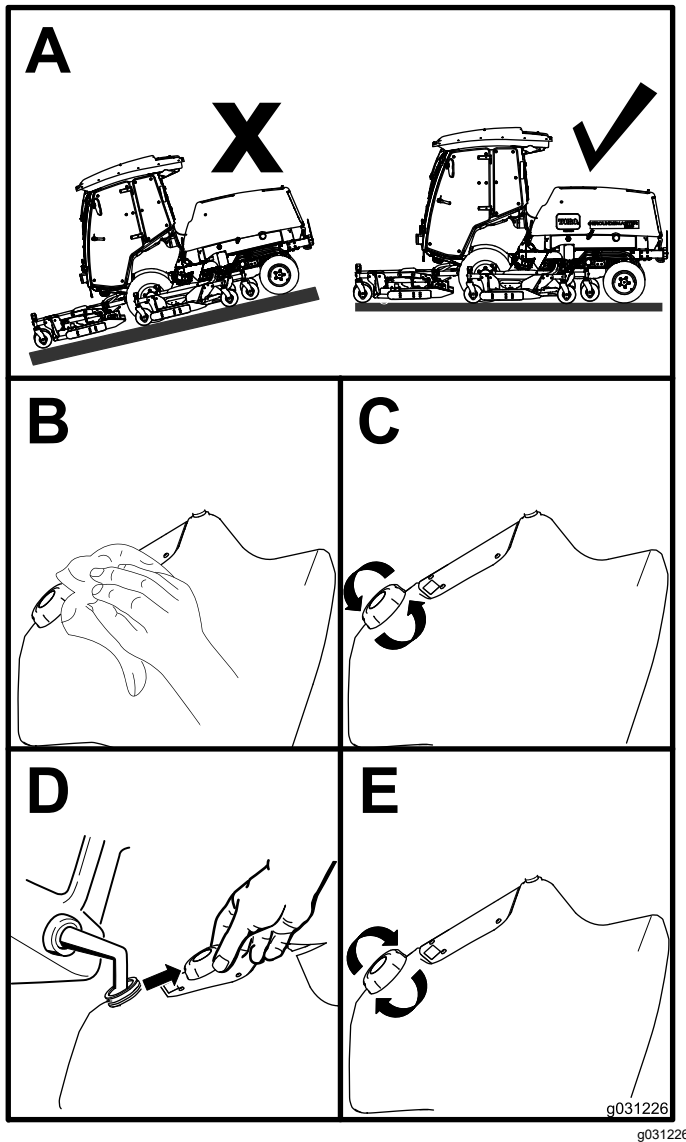

Bild 16
1. Stellen Sie die Maschine auf eine ebene Fläche (**Bild 16**).